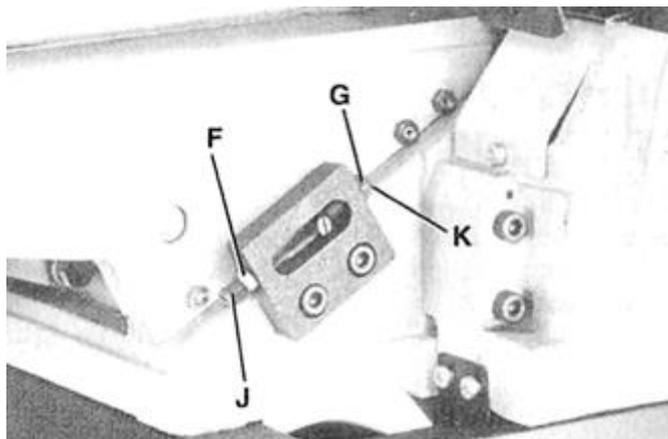

Рис. 25 Настройка неподвижных упоров загрузочного стола
Для того чтобы настроить упоры, просто открутите две стопорные гайки (F) и (G) – Рис. 25 и используйте два регулировочных винта (J) и (K).